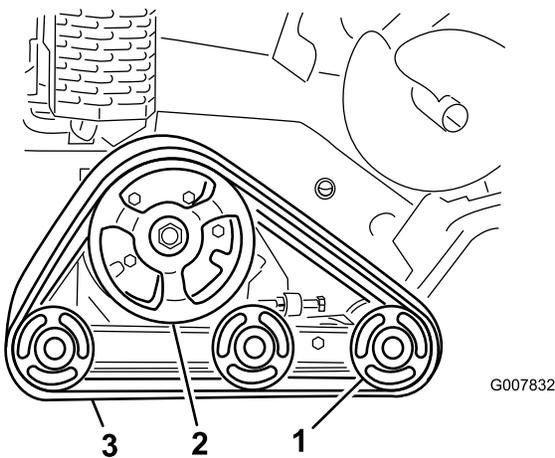

Figure 44
**Important:** Nettoyez soigneusement les galets de roulement et la roue d'entraînement (Figure 44). Les galets de roulement doivent tourner librement lorsqu'ils sont propres.